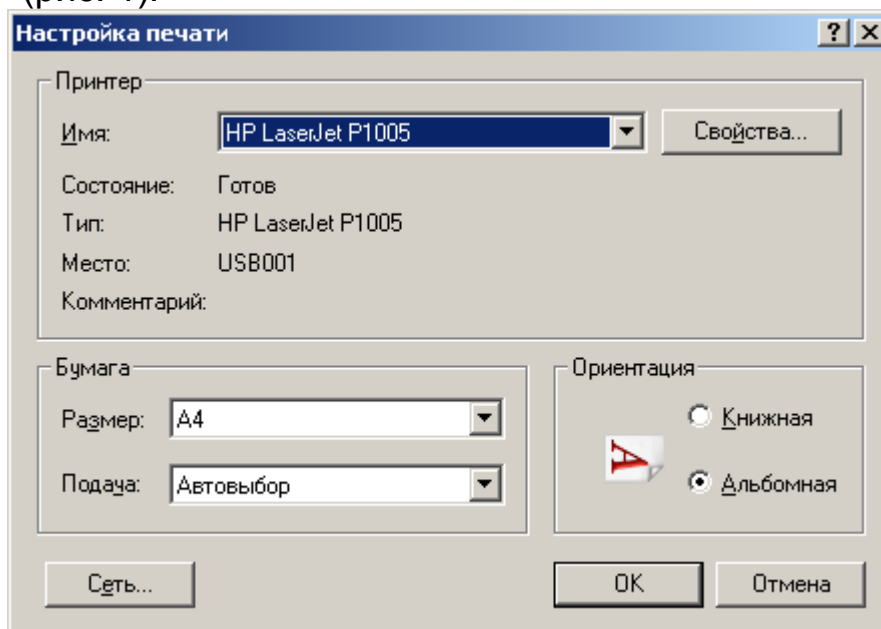

Рис. 1 Настройка параметров печати
- 1.3 Перед вами появится окно настройки параметров печати (рис. 1).
- 1.4 В окне, изображенном на рис. 1, производится настройка параметров печати. В ходе выполнения данной лабораторной работы мы не будем физически распечатывать проект, поэтому установите только альбомную ориентацию листа и нажмите **ОК**.